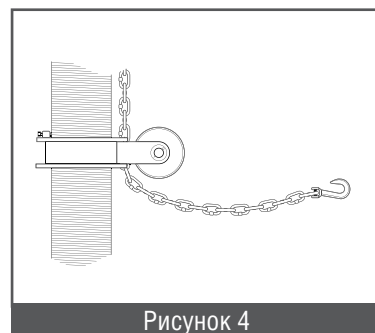

Рисунок 4
- Поддерживая одной рукой направляющий блок, ослабьте болт. Установите направляющий блок в положение, которое обеспечит желаемый угол направления цепи, и затяните болт на блоке (рисунок 4).